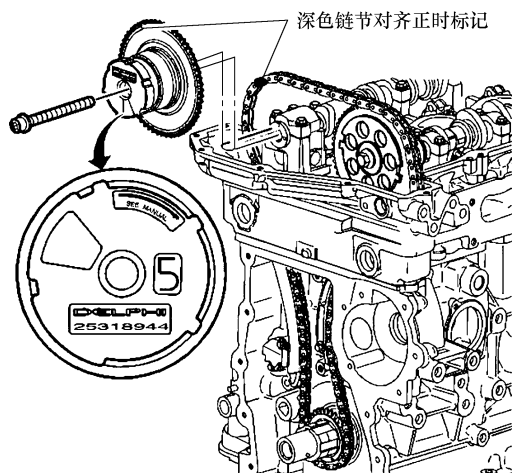

图 17-21 安装排气凸轮轴位置执行器
9) 将排气凸轮轴位置执行器安装到正时链条上, 按照图 17-21 所示, 将正时链条深色链节与排气凸轮轴位置执行器链轮上的正时标记对齐。